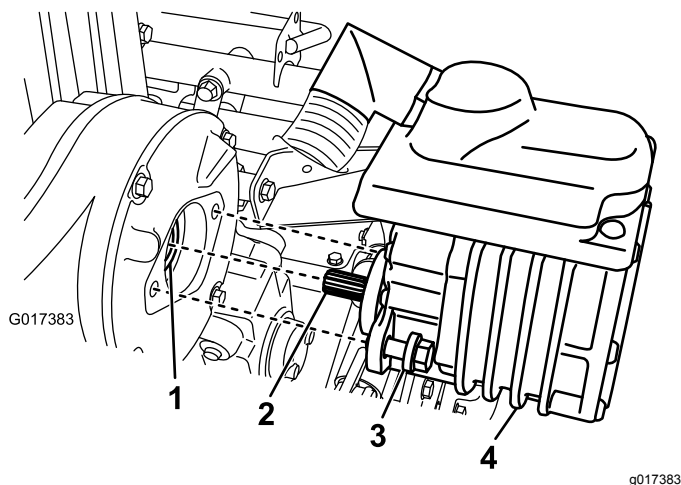

Figura 40
2. Retire os 2 parafusos que fixam o motor à caixa de transmissão (**Figura 40**).
4. Adicione uma ou duas bombas de massa lubrificante de uma pistola de lubrificação no acoplador fêmea na caixa de transmissão (**Figura 40**).